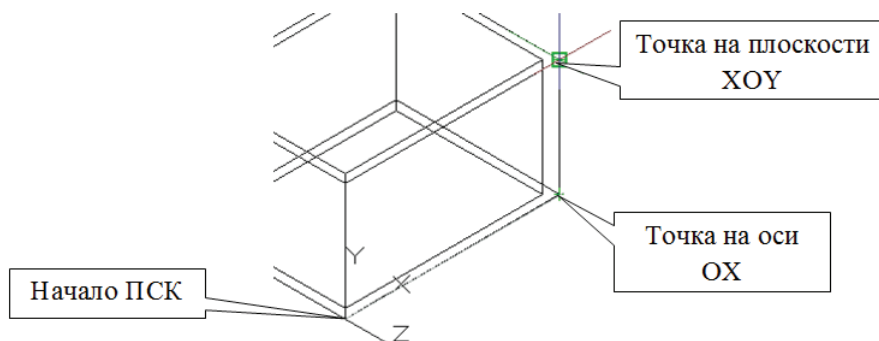

Рис. 182. Перемещение и поворот ПСК
6.1. Переместим начало ПСК и совместим плоскость XOY с плоскостью главного фасада (рис. 182). Щелкнем Новая ПСК панели ПСК Видового куба МСК Новая ПСК (см. рис. 182) или кнопку ПСК  на панели Координаты вкладки Главная Ленты.
ПСК Начало ПСК или [Грань именованная Объект предыдущая Вид Мир X Y Z Zось] <Мир>: щелчком курсора укажем начало ПСК в левом нижнем углу каркаса здания (см. рис. 182).
ПСК Точка на оси X или <принять>: укажем курсором точку на оси ОХ (см. рис. 182).
ПСК Точка на плоскости XY или <принять>: укажем курсором точку на плоскости X0Y (см. рис. 182).